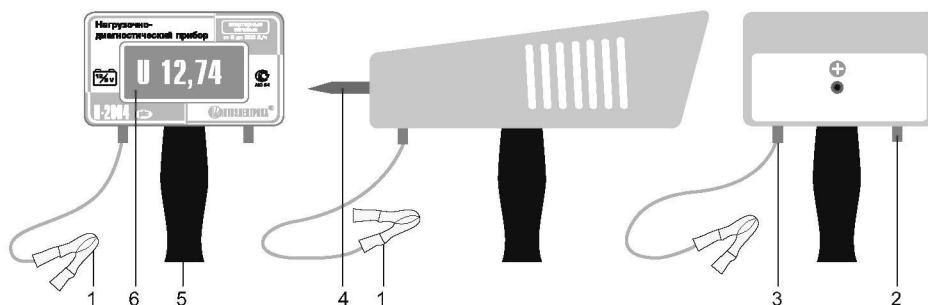

Рис. 1.
9.1.1. Выносным зажимом «крокодил» « - » ① (рис. 1) с надежным контактом подсоединиться к клемме « - » батареи, а щупом ④ без нажима к клемме « + ».
9.2.1. Установить съемный провод ① (рис. 1) к клемме крепления нагрузки ② или ③ в соответствии с емкостью испытуемой батареи, обеспечив надежный контакт (дублирующая схема подключения расположена на крышке прибора).
9.3.1. Подсоединить провод с зажимом ① (рис. 1) к клемме «-» АКБ, а щупом ④ осуществить контакт с клеммой «+» без нажатия на прибор.
9.4.1. Подсоединить провод с зажимом ① (рис. 1) к клемме «-» АКБ, а щупом ④ осуществить контакт с клеммой «+» без нажатия на прибор.